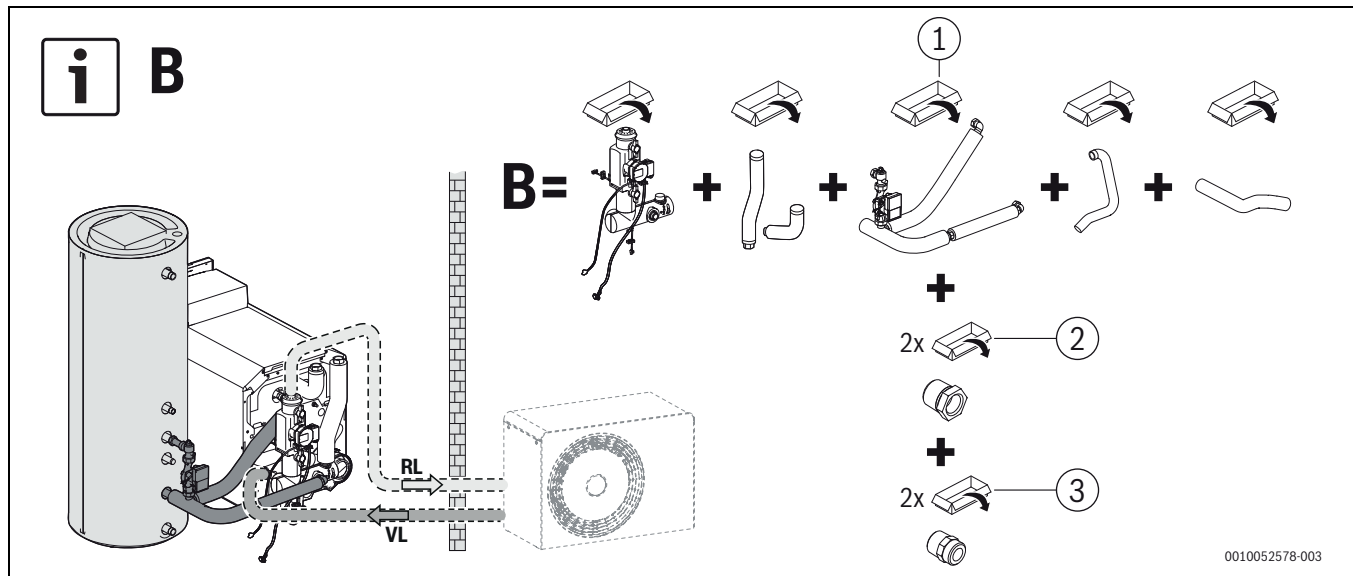
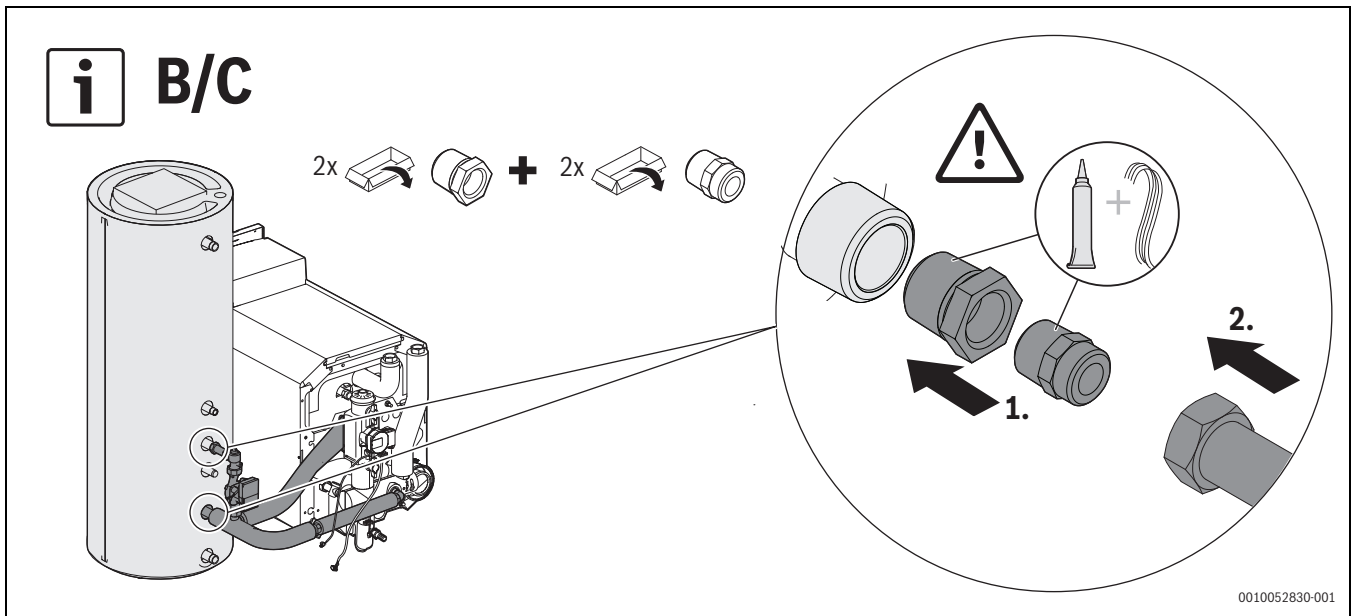

Bild 8 Speicher-Verbindung stehender Speicher rechts, Variante B, beispielhaft dargestellt für Kesselgröße 18 kW
Bild 10 Montage Speicherverbindung stehender Speicher, Varianten B und C
- ▶ Rohrgruppe entsprechend der vorgesehenen Varianten (→Bild 8 – Bild 10) montieren (→separate Installationsanleitung des Speicher-Verbindungs-Sets beachten); **Varianten B, C**.